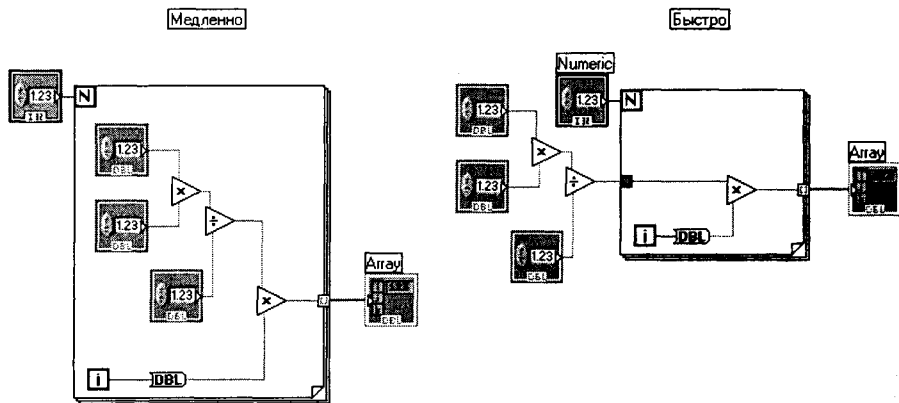

Рис. 28.3
5. Обратите внимание на то, как вы обрабатываете массивы и строки. Не используете ли вы циклы там, где можно обойтись без них. Иногда имеется встроенная функция, которая выполняет эту работу или несколько циклов объединяются в один. Избегайте введения ненужных элементов в цикл, как это показано на рис. 28.3.